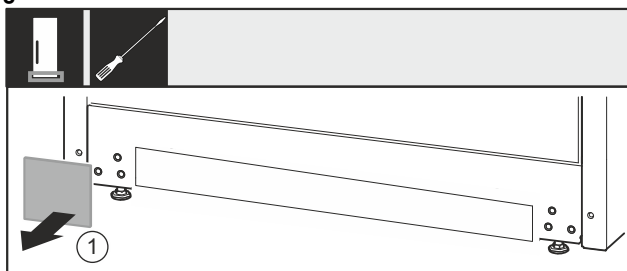

Fig. 35
- Võtke kate Fig. 35 (1) maha.